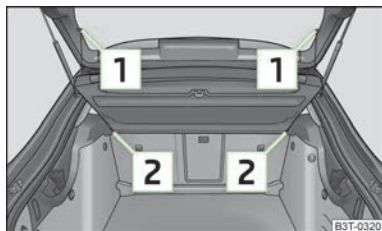

Fig. 68
- Desenganchar las cintas de sujeción **1** » fig. 68.